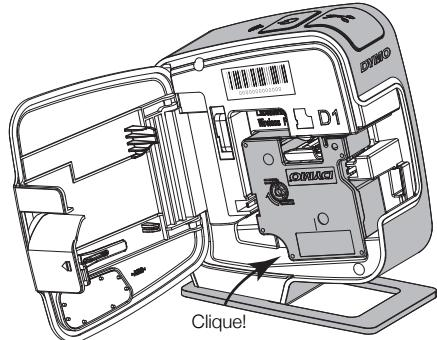

Figura 4
- 3 Insira a cassette e prima com força até que a cassette encaixe na perfeição. Consulte a Figura 4.